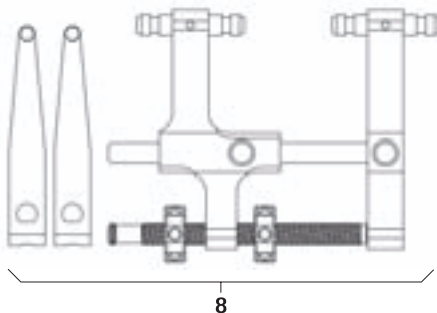

Abb. 14
- Distraktor **8** mit Distraktionsblättern montieren, siehe Abb. 14.